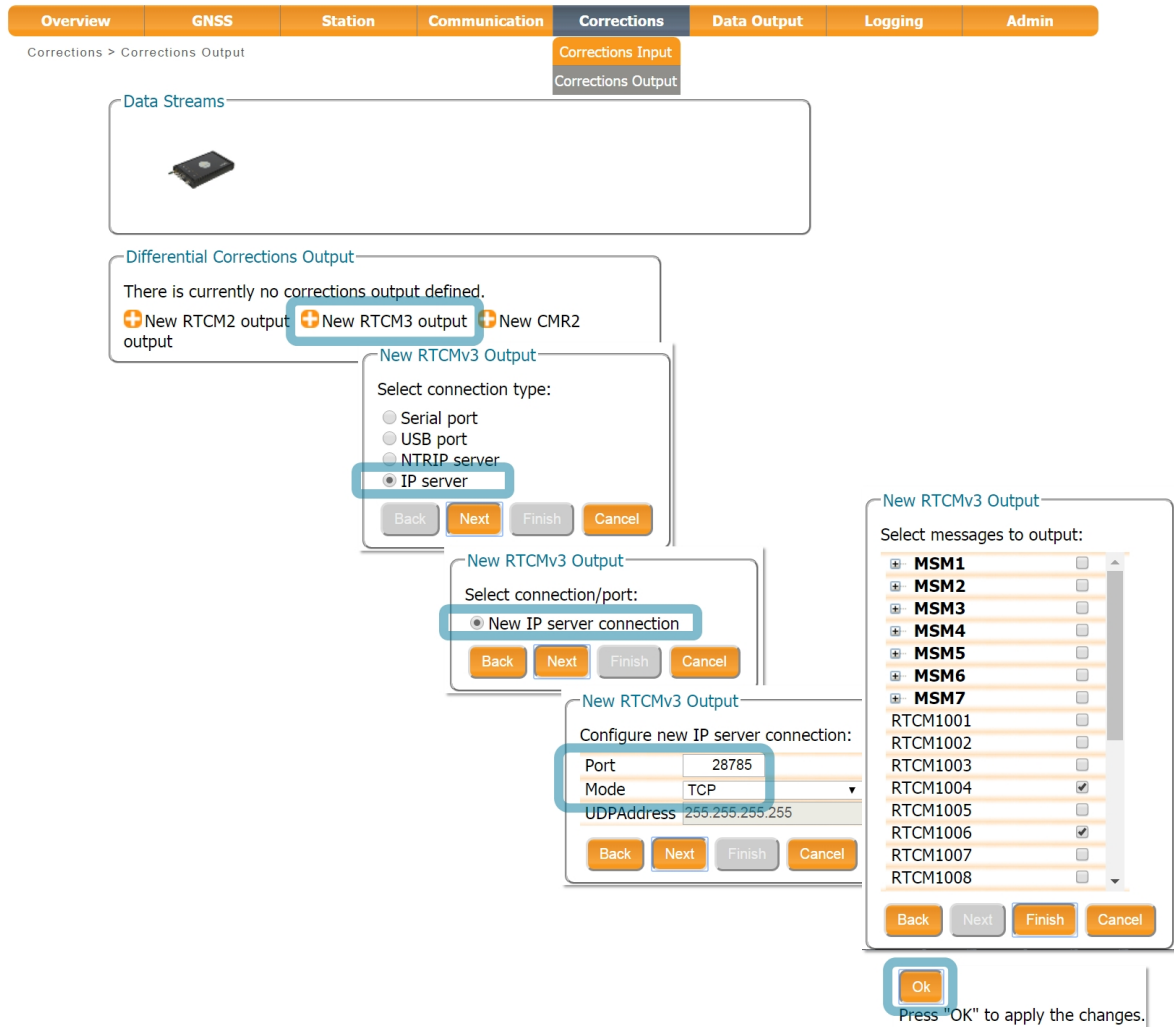

Abbildung 4-3: Klicken Sie auf **New RTCM3 output**, um die Konfigurationsschritte zu beginnen, um Differenzialkorrekturen über Ethernet auszusenden
Der Output von Differenzialkorrekturen kann im Fenster **Corrections Output** konfiguriert werden, wie in Abbildung 4-3 gezeigt. Klicken Sie auf **New RTCM3 output**, um die Sequenz der Konfigurationsschritte zu beginnen.
Wählen Sie den Ethernet-Port, den Sie verwenden möchten. Vermeiden Sie den Befehlsport (28784), den Webserver-Port (80), den FTP-Port (21) sowie den standardmäßigen Ntrip-Port (2101) und den NTP-Port (123). Das Beispiel, das in Abbildung 4-3 gezeigt wird, verwendet Port 28785.